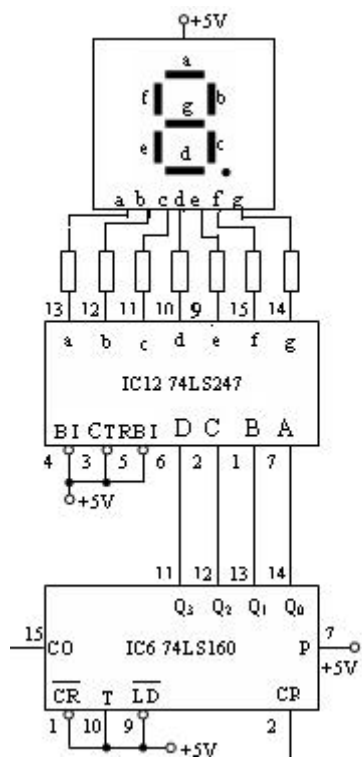

图 7-2 计数器
2. 连上十进制加法计数器 160，电路如图 7-2 所示，给 2 管脚单脉冲，看数码管显示结果，并记录显示结果。